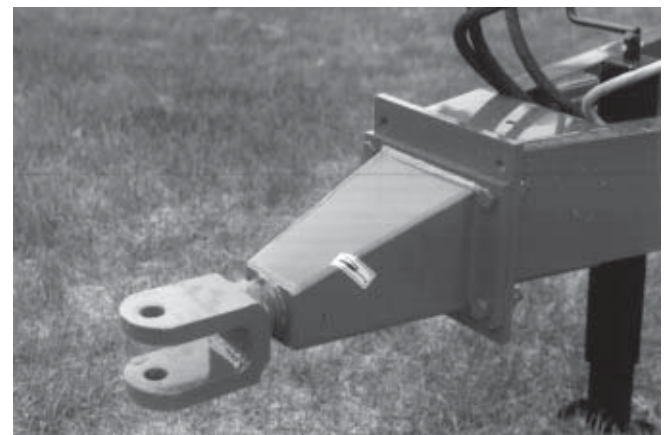

Figure 15
- 1) Ajuster l'attachement à bride à virole afin de maintenir la machine parallèle au sol. Il y a deux groupes de trous pour les boulons permettant d'ajuster l'attachement pour maintenir la machine parallèle au sol lors de l'opération (Figure 15).